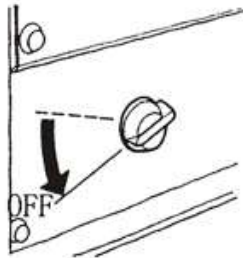

Рис. 35
6.2 Встановіть пусковий перемикач в положення "OFF" (Рис. 35).